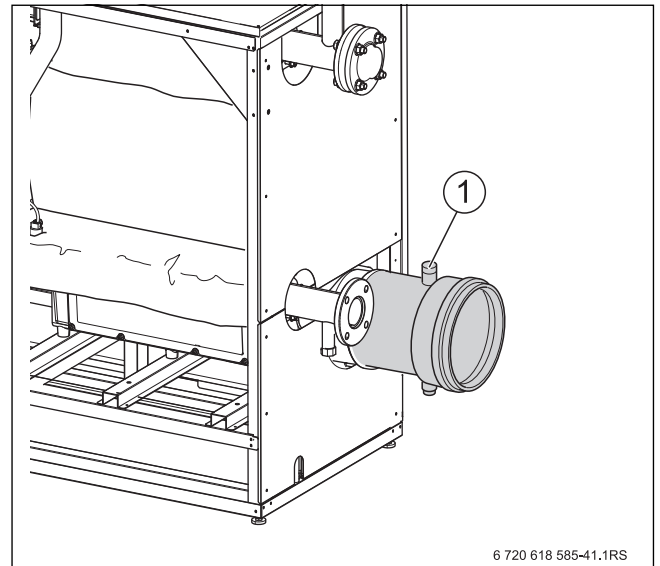

Рис. 36 Проведение замеров
- ▶ Введите измерительный датчик через отверстие для измерений в дымовой трубе (→ рис. 36, стр. 29) в центр потока и проверьте содержание CO₂.